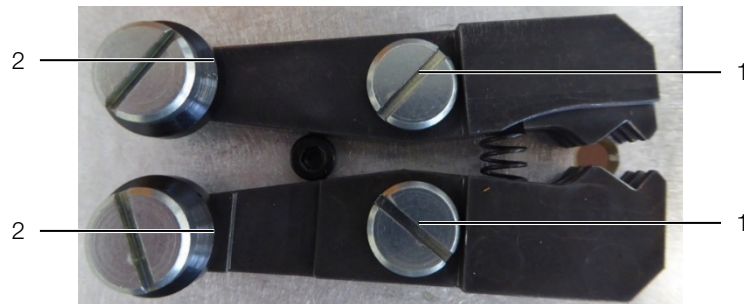

Abb. 17: Leiterhaltezege
- Ölen Sie die Leiterhaltezege an den Drehpunkten (Abb. 17, Pos. 1) und an den Berührungsfächen (Abb. 17, Pos. 2) der Laufrollen.